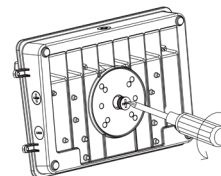

Fig. 1.4
4. Utiliser un tournevis pour retirer le bouchon. Retirer le film protecteur et coller le joint en mousse à l'arrière de la plaque de montage (Fig. 1.4).